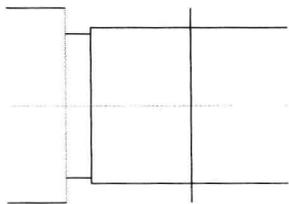
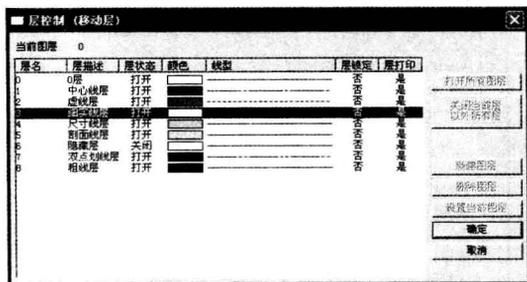

图1-14 平行线
图1-15 改变线型
⑧ 单击工具栏上“平行线”按钮，拾取图示直线，在按钮行输入距离“15”，按“Enter”键，结果如图1-14所示，单击“移动层”按钮，拾取刚完成的平行线，单击鼠标右键在对话框中选择“细实线层”，如图1-15所示，单击“确定”按钮，这样将粗实线变为细实